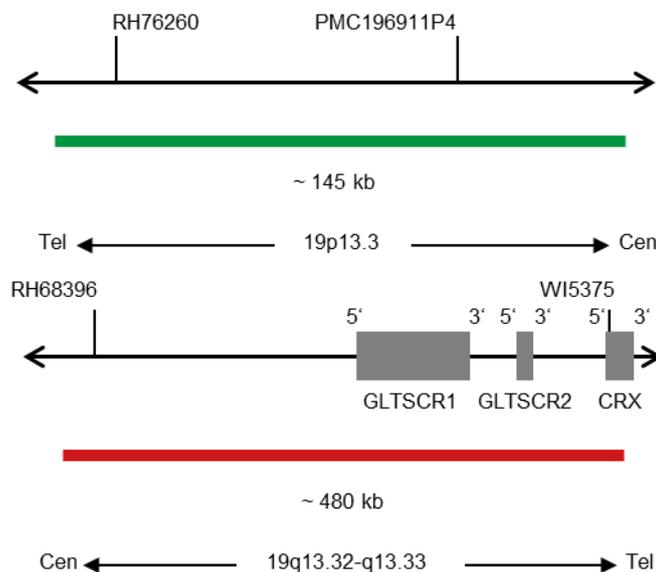

Fig. 1: In alto: SPEC 19q13 Mappa della sonda; in basso: SPEC 19p13 Mappa della sonda (non in scala)
- Polinucleotidi marcati con digossigenina (~0,8 ng/μl), le cui sequenze target mappano in 19p13.3* (chr19:815,938-962,244) (vedere Fig. 1).
- Polinucleotidi marcati con dinitrofenil (~0,8 ng/μl), le cui sequenze target mappano in 19q13.32-q13.33* (chr19:47,857,776-48,339,398) (vedere Fig. 1).